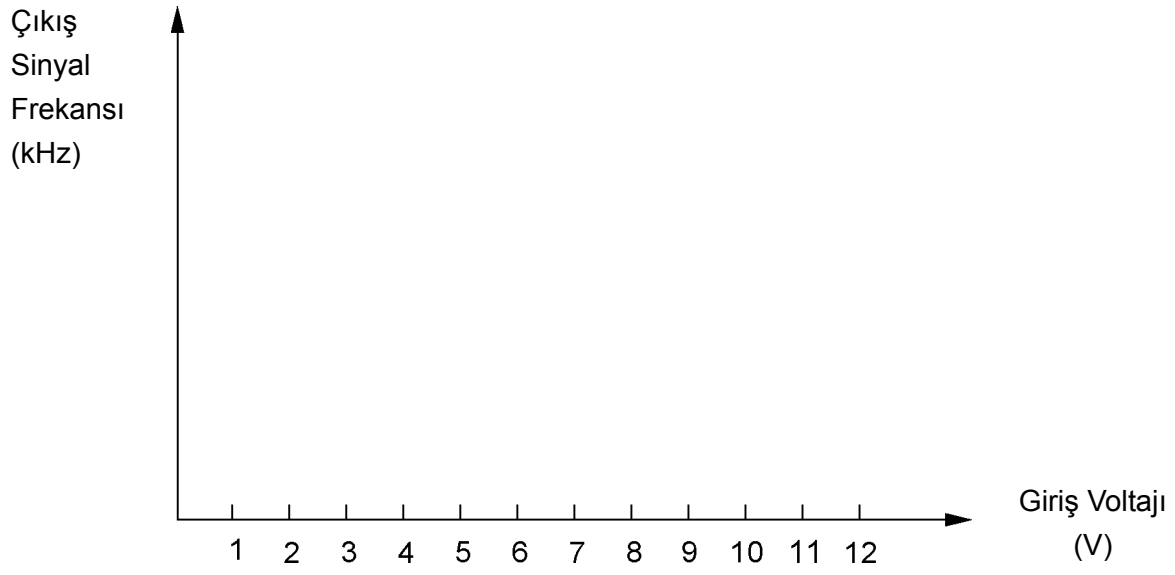

Fig. 15-16 Çıkış frekansı – giriş gerilimi karakteristiği.
- (1) Jumper'ı pozisyon 2'den kaldırın. Devreyi kapatın ve DMM kullanarak VR1'i 10KΩ ve VR2'yi 1.4MΩ'a ayarlayın.
- (2) Jumper'ları 3, 4 ve 6 pozisyonlarına yerleştirin. Osiloskopun CH1 IN girişini, Çıkış terminaline (VCO OUT) bağlayın. KL-96001 üzerindeki 0-15VDC beslemeyi TP6(VCO IN)'ya bağlayın. Farklı DC gerilimler için frekansları ve dalga şekillerini ölçün ve Tablo 15-2'ye kaydedin.
- (3) Fig. 15-16 üzerine, Tablo 15-2'deki sonuçlara göre VCO gerilim frekans karakteristiğini çizin.